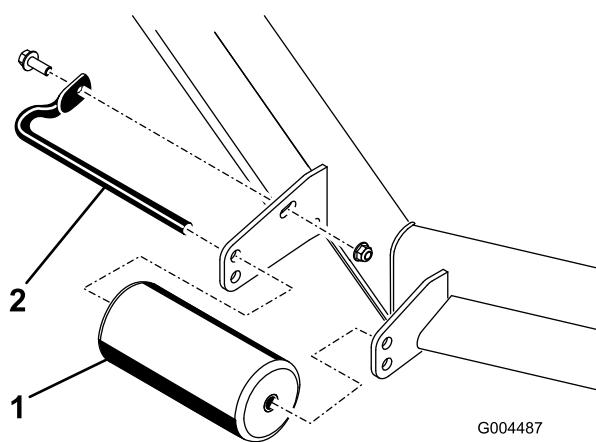

Bild 10
4. Nehmen Sie die Befestigungen ab, mit denen jede Rolle am Mähwerk befestigt ist, und schieben Sie die Rollen nach oben oder unten (Bild 10).